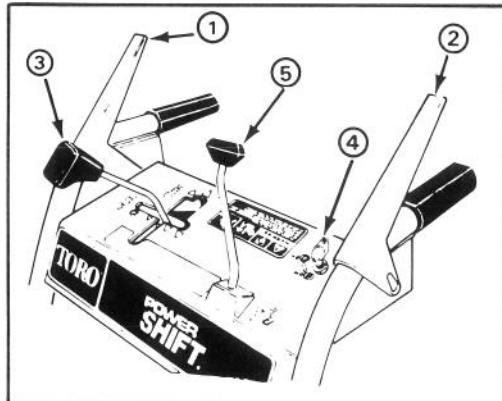

Abbildung 9
Räumwerkkupplungshebel (Abb. 9)—Dieser Hebel hat zwei Stellungen: EIN und AUS. Zum Einschalten des Räumwerks und Gebläses den Hebel zum linken Griffholm drücken. Um den Antrieb zu stoppen, den Hebel loslassen.
Antriebshebel (Abb. 9)—Dieser Schalter hat vier Gänge nach vorwärts und zwei nach rückwärts; er steuert auch den Power Shift-Betrieb der Räder.
Räumwerk-Sperre (Abb. 9)—Wenn sowohl der Räumwerkkupplungshebel als auch der Antriebshebel gedrückt werden, sperrt der
Auswurfkontrolle (Abb. 9)—Auswurfkontrolle im Uhrzeigersinn rotieren, um den Auswurf nach rechts zu bewegen, und gegen den Uhrzeigersinn, um den Auswurf nach links zu bewegen.
Auswurfkontrolle (Abb. 9) — Auswurfkontrolle im Uhrzeigersinn rotieren, um den Auswurf nach rechts zu bewegen, und gegen den Uhrzeigersinn, um den Auswurf nach links zu bewegen.
Zündschloß (Abb. 9)—Das Zündschloß hat zwei Stellungen: EIN und AUS. Den Zündschlüssel EIN drehen, ehe der Motor mit dem Rücklaufstarter angeworfen wird. Zum Abstellen des Motors den Schlüssel auf AUS drehen.
4. Den Zündschlüssel auf EIN drehen (Abb. 9).
1. Räumwerkukupplungshebel und Antriebshebel lösen (Abb. 9).